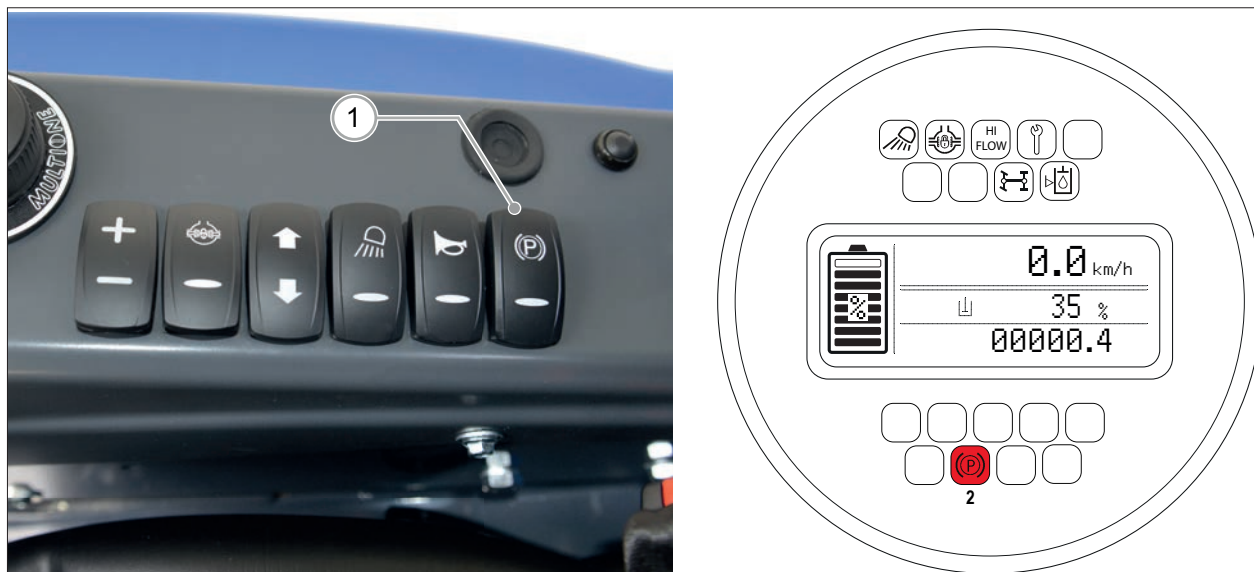

РИС. 31
- 2) Нажмите переключатель (РИС. 31 - Сс. 1), индикатор  загорится (РИС. 31 - Сс. 2).